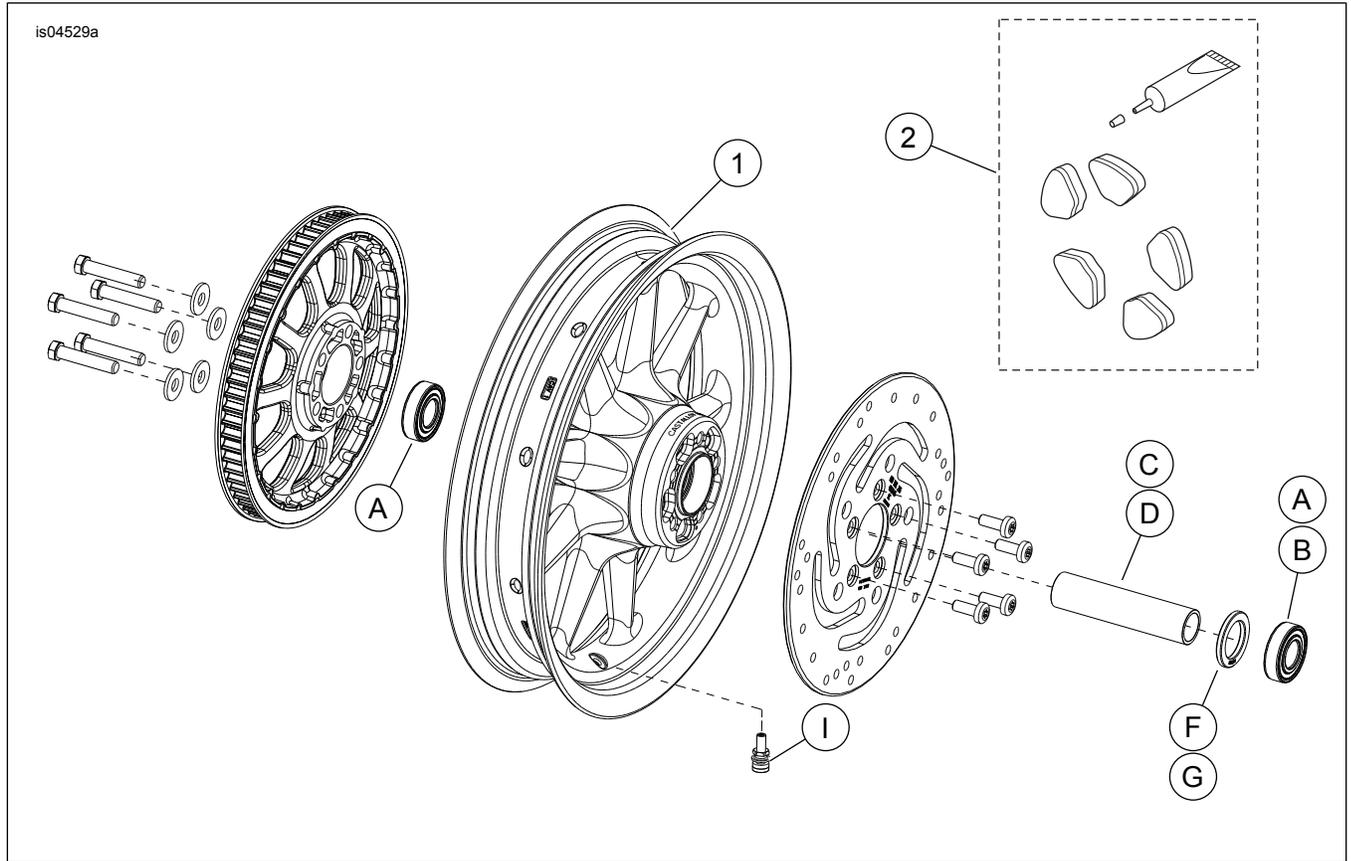

Abbildung 1. Ersatzteile: Hinterräder mit neun Speichen (16-Zoll abgebildet)
Siehe Abbildung 1 und Tabelle 2.
2. Siehe Abbildung 1. Die Ventilschaft-Baugruppe (H oder I) am Rad anbringen. Siehe Werkstatthandbuch.